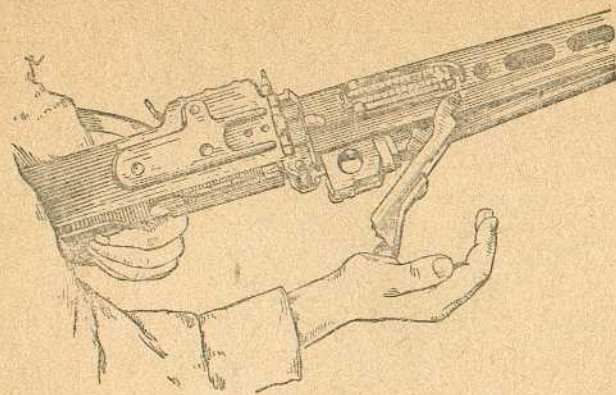

Рис. 11. Как отделить ствол от кожуха
**1. Отделить ствол от кожуха** (рис. 11), для чего: отвести затвор в заднее положение и поставить его на предохранитель, затем, удерживая пулемёт левой рукой за пистолетную рукоятку, ладонью правой руки нажать на защёлку дверцы короба вперёд, отвести дверцу вправо и вынуть ствол назад.
(рис. 11)